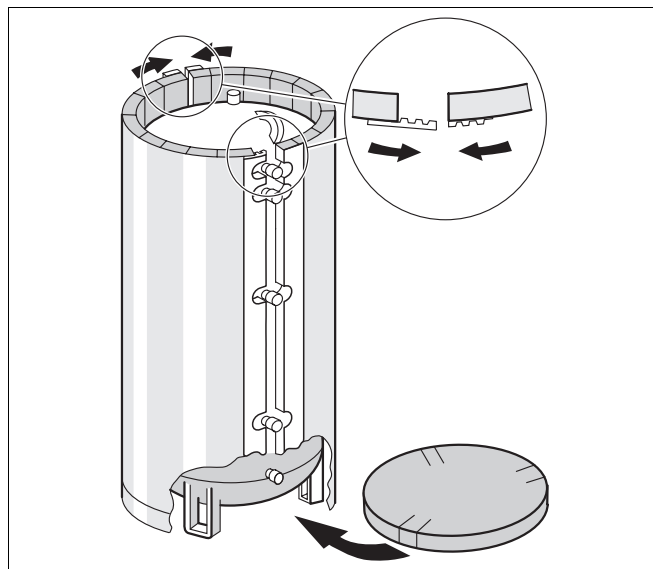

Fig. 12 Montage de l'isolation thermique (schéma de principe)
- Poser les matelas isolant de manière à ce qu'ils coïncident avec le corps du préparateur au niveau des raccordements et des gabarits (fig. 12).
- Refermez tout d'abord l'isolation thermique sur la partie arrière du préparateur (côté raccordements) selon le croquis détaillé de la fig. 12.